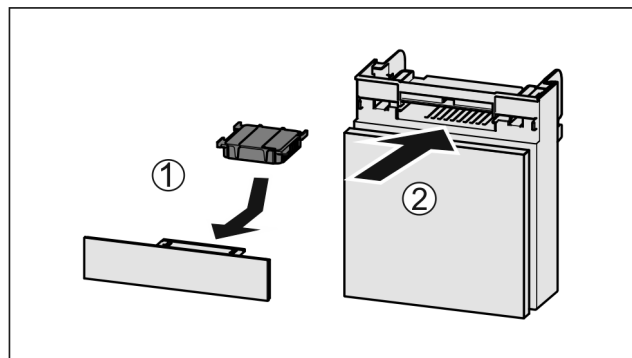

Fig. 141
- ▶ Vložte aktívny uhlíkový filter podľa obrázka Fig. 141 (1).
- ▶ Zasuňte zásuvku Fig. 141 (2).